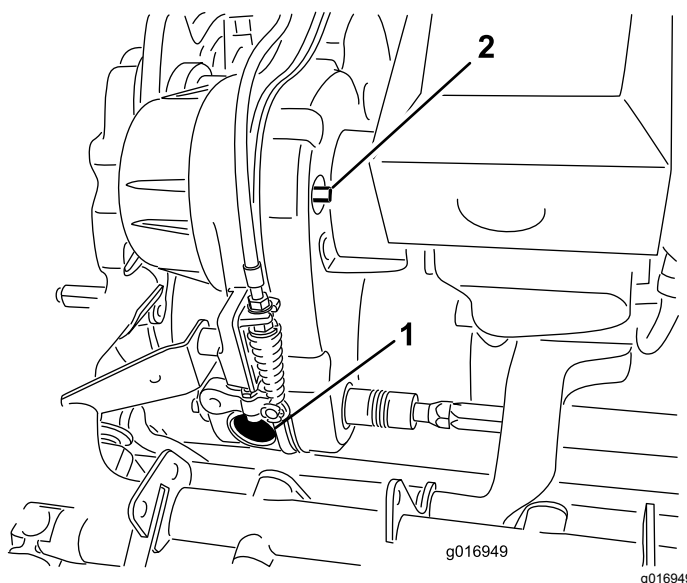
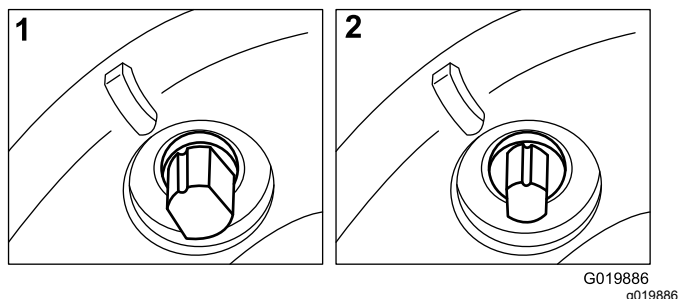

Figura 46
Figura 47
Retire a tampa de borracha (Figura 46) do orifício na parte da frente da transmissão para fazer a inspeção visual da embraiagem do cilindro ao fazer ajustes.
A correia de transmissão é apertada por uma polia intermédia da mola. Se a tensão da correia tiver de ser engatada/desengatada, utilize uma chave de aperto de 10 mm para rodar o eixo de engate/desengate (Figura 46) para a posição desejada. Rodar o eixo 1/4 de volta no sentido dos ponteiros do relógio irá desengatar a polia da correia (Figura 47).
- Nota:** Retire a tampa de borracha (Figura 46) do furo na parte da frente da transmissão para ver a embraiagem do cilindro.